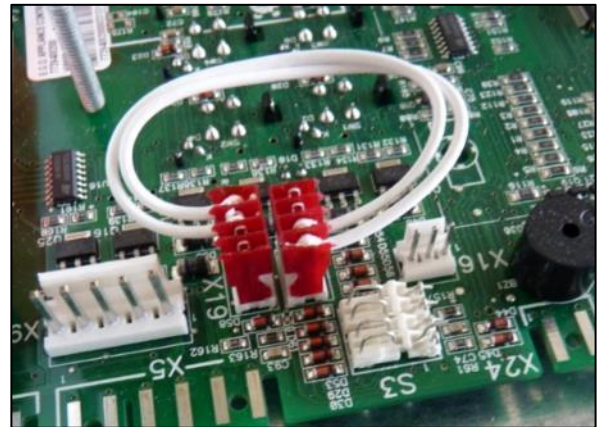

Fig.3.4
6. En máquinas con control LC/CC localice y desmonte el identificador de máquina X18-X19 (Fig. 3.4) y móntelo a la nueva placa.